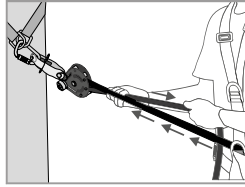
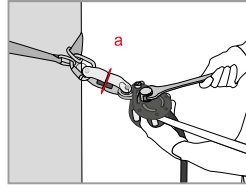

Fig 3
Fig 4
Una vez instalada la línea de vida, se debe realizar un ajuste previo de la tensión tirando manualmente de la cuerda (del lado del nudo de extremo —Fig. 3). Automáticamente la leva (8) y la palanca de leva (4) deben entrar en contacto con la cuerda. Abata la palanca de leva (4), y después, con una llave adaptada, aplique la tensión sobre el eje de ajuste de la tensión (1) hasta que la arandela testigo de tensión (a) colocada sobre el testigo de tensión (2) gire libremente (Fig. 4). En cuanto esta esté libre de movimiento, ¡NO APRIETE MÁS! Esto corresponde a una tensión previa en la línea de 0,5 kN aproximadamente. Durante el uso, compruebe con regularidad esta tensión (rotación de la arandela testigo de tensión) y ajuste en caso necesario tal como se ha explicado anteriormente.